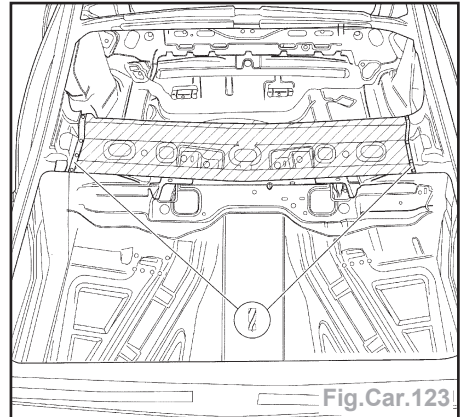

Fig.Car.123
- Eliminer les points de soudure, en utilisant le mandrin à fraise pour les points de soudure et une perceuse (Fig.Car.123).